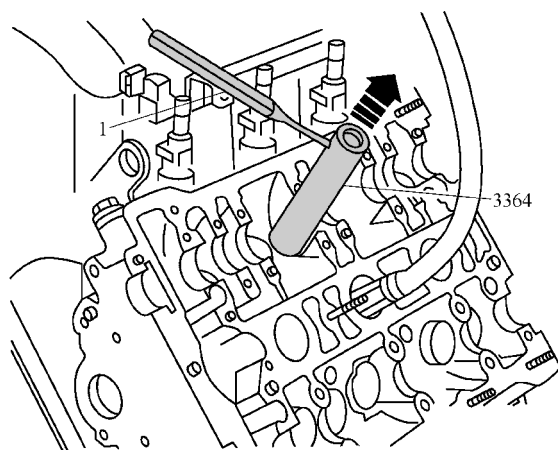

图 1-5-33 把 3364 用一根芯棒或一个销式冲子固定
3) 如图 1-5-33 所示，把 3364 用一根芯棒或一个销式冲子 1 固定。将安装杆放在 3364 上并拔出气门